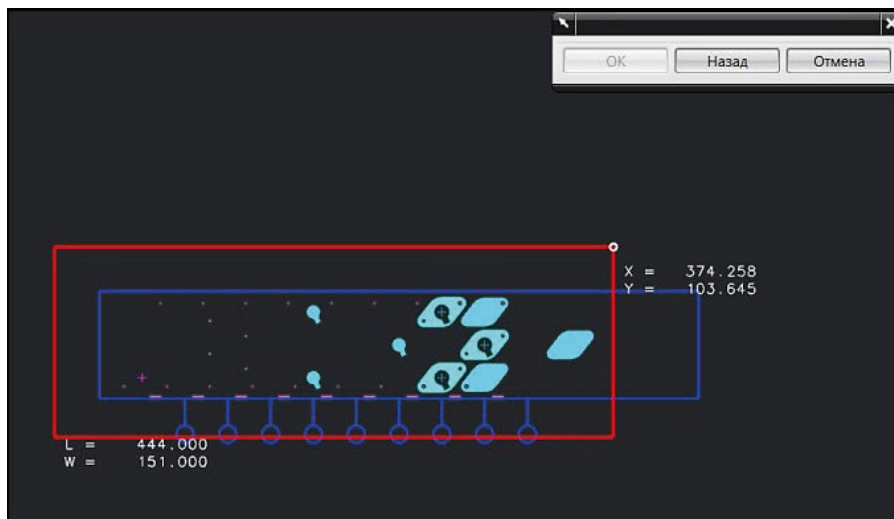

Рис. 7.16. Построение контура набора внутренних плит
10. При указании точки в рабочем окне отображается динамически изменяемый прямоугольник красного цвета (рис. 7.16). Двигая мышкой, можно указать размеры прямоугольника относительно поставленной точки. Значения длины и ширины данного прямоугольника отображаются шрифтом светлого цвета. Для удобства визуального восприятия можно изменить цвет заднего фона (кнопка **Темный фон**).